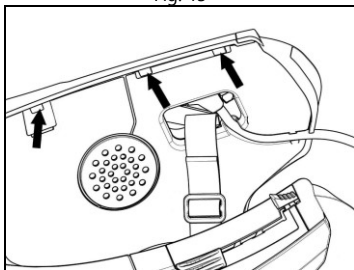

Fig. 15
- Reposicionar o revestimento de plástico da almofada, posicionando-o atrás dos dois ganchos de fixação (Fig. 15).